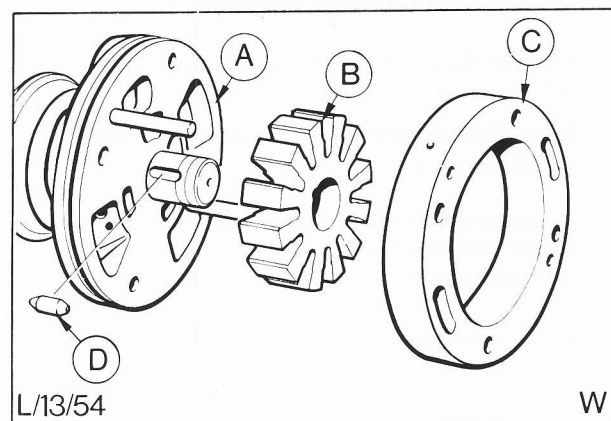

Abb. 70 Pumpe teilweise zerlegt
- Mit Hilfe der beiden Hebel in der Nähe der Führungsstifte das Hauptgehäuse entfernen, Abb. 70.